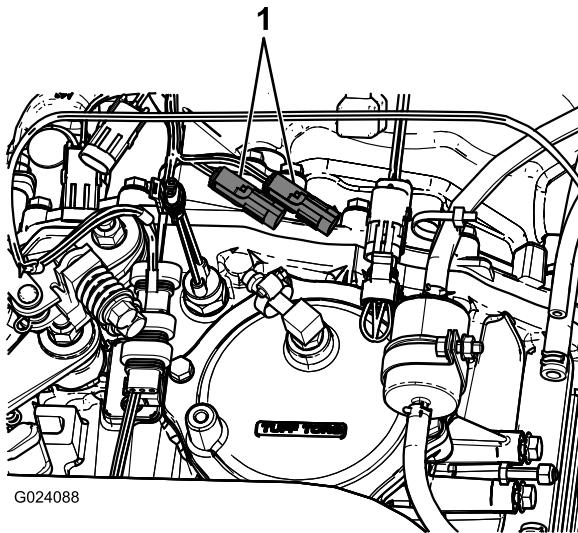

図 16
2. 車両のトランスアクスルで、車両側の速度センサー用ワイヤハーネスの3ピンコネクタを、スプレーヤのハーネスの3口コネクタに接続する図 16。